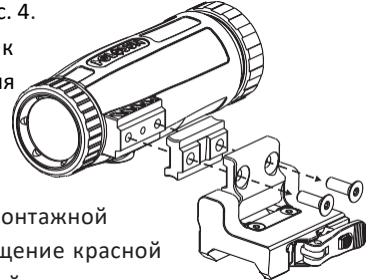

Рис. 4
2. Благодаря нашей патентованной прижимной системе инструменты для установки прицела на планку не требуются. Нажмите на рифленую фиксирующую кнопку и сдвиньте рычаг, чтобы открыть прижимную пластину. Чтобы установить прицел на планку, нажмите на рычаг, чтобы кнопка автоматически защелкнулась. Установка завершена (см. Рис.4).
- 2) Выверните два винта снизу, затем установите или снимите проставку, как показано на Рис. 4.